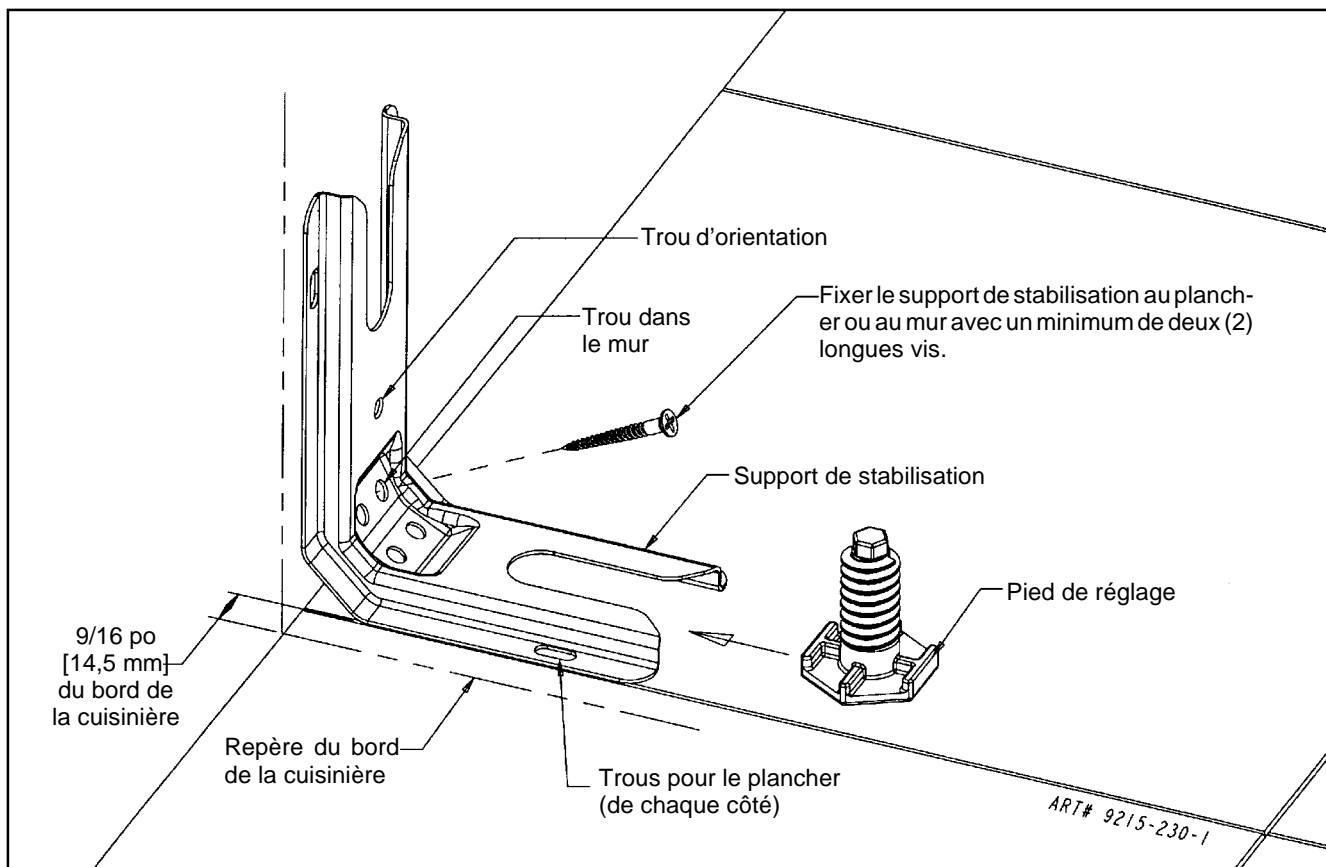
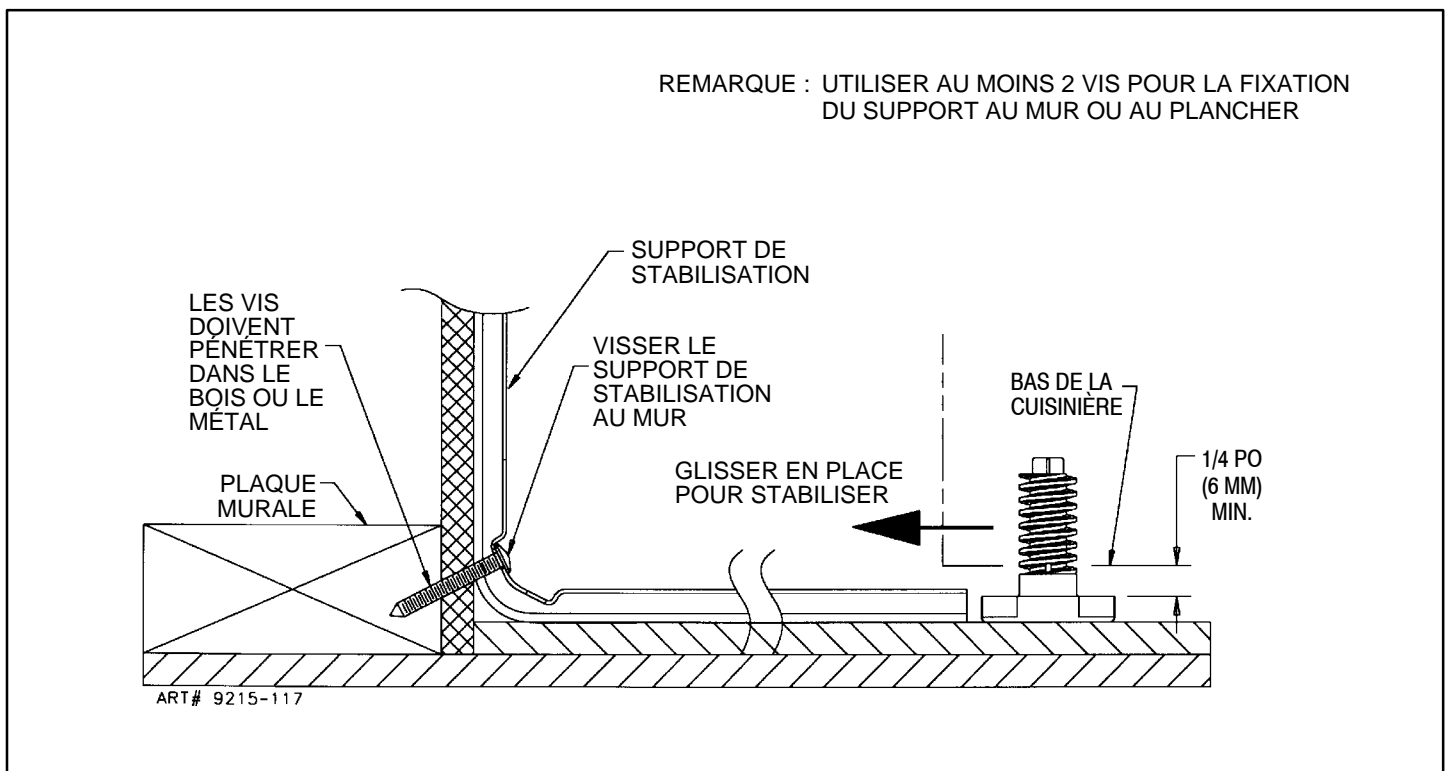

FIGURE 3
FIGURE 4
## ÉTAPE 1 - Emplacement du support de stabilisation (voir figure 3).
- Placer le SUPPORT à 9/16 po (14.5 mm) de la marque du « BORD » en allant vers le centre de l'ouverture et contre le mur arrière tel qu'indiqué à la figure 3, le trou d'orientation étant contre le mur.
- Utiliser le support comme gabarit et marquer l'emplacement des trous pour le type de matériau sur lequel le support doit être fixé, tel qu'indiqué à la figure 3.
- Plancher : Déterminer le centre des deux trous identifiés par « TROUS POUR PLANCHER » à la figure 3. Percer un trou de positionnement de 1/8 po (3 mm) au centre de chaque trou (un clou ou un poinçon peut également être utilisé si une perceuse n'est pas disponible). Fixer le support de STABILISATION au plancher à l'aide des deux vis fournies. Passer à l'ÉTAPE 3.
- Mur : Déterminer le centre des deux trous identifiés par « TROUS POUR MUR » à la figure 3. Percer un trou de positionnement de 1/8 po (3 mm) au centre de chaque trou (un clou ou un poinçon peut également être utilisé si une perceuse n'est pas disponible) tel qu'indiqué à la figure 4. Fixer le support de STABILISATION au mur à l'aide des deux vis fournies tel qu'indiqué à la figure 4. Passer à l'ÉTAPE 3.
- On trouve des vis convenant au ciment ou au béton dans les quincailleries. Percer les trous de positionnement de la grandeur correspondante à celle des vis obtenues en quincaillerie au centre des trous identifiés « TROUS POUR PLANCHER » à la figure 3. Fixer le support de STABILISATION au plancher. Passer à l'ÉTAPE 3.
**Remarque :** Un dégagement minimum de 6 mm (1/4 po) est exigé entre la cuisinière et le pied de mise à niveau qui va s'insérer dans le support de stabilisation (voir figure 4).